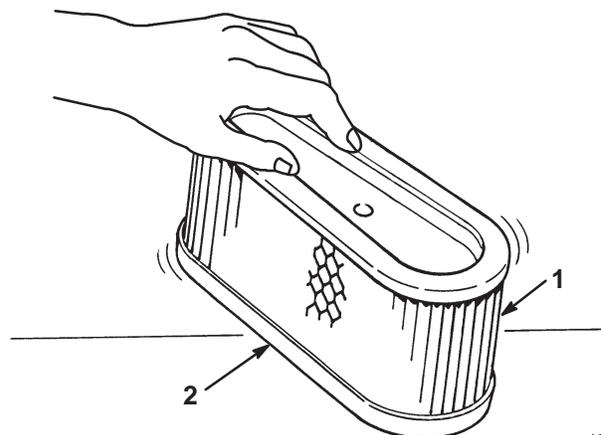

Abbildung 30
- A. Den Einsatz leicht auf eine flache Unterlage klopfen, um Staub und Schmutz zu beseitigen (Abb. 30).